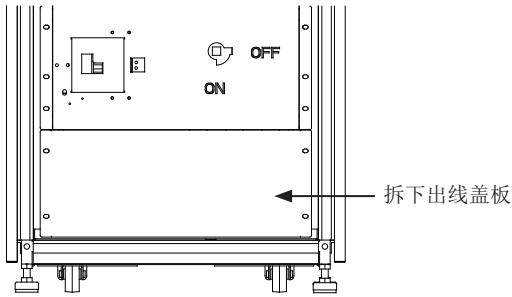

图 5-8
- 1) 拆下正面的端子排盖板和底部的接线盖板（图 5-8）。